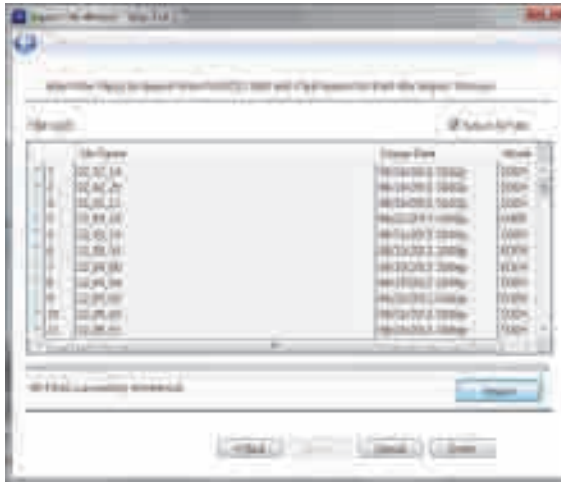

Рис. 6-5 Мастер импорта файлов — Завершение передачи файлов
4. После передачи всех файлов щелкните **Finish** (Заверш.), чтобы покинуть Мастер (см. Рис. 6-5 на стр. 248)